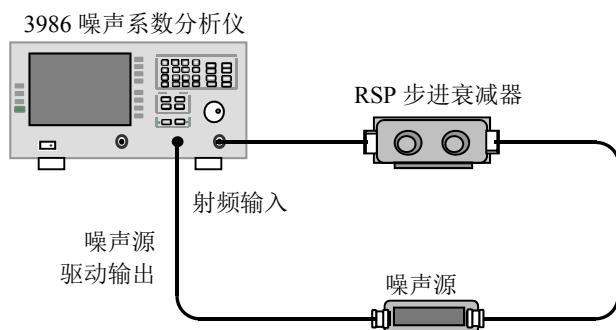

图 8.5 增益测量范围和测量不确定度测试框图
- 步骤 1.** 将图 8.5 连接测试系统，开机预热 30min。